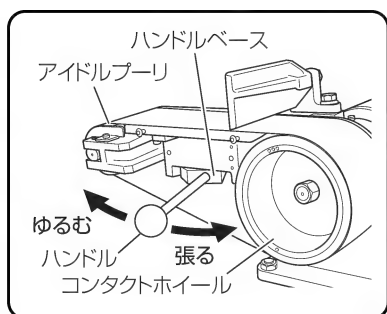

図 9
(2) 付属のハンドルをハンドルベースに挿入し、ハンドルを図のゆるむ方向に引いて、アイドルプーリーをコンタクトホイール側に寄せます。(図 9)
(4) ハンドルを図 9 の張る方向へ静かに戻しますとアイドルプーリーは元にもどり、研磨ベルトは適切な張りになります。
(5) カバーを元のように取付けて、付属の六角棒スパナ (3 mm) で取付けネジを締付けて固定します。